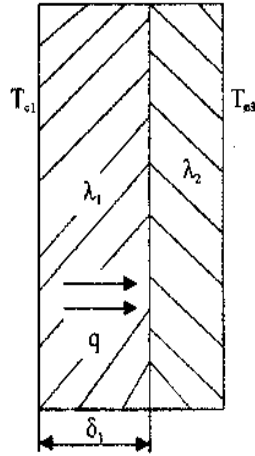

Рисунок 7.1
**Задача 7.1.** Стены сушильной камеры выполнены из слоя красного кирпича толщиной 250 мм и слоя строительного войлока (рисунок 7.1). Температура на внешней поверхности кирпичного слоя  $t_{c1} = 110^\circ\text{C}$ , на внешней поверхности войлока  $t_{c3} = 25^\circ\text{C}$ . Коэффициенты теплопроводности красного кирпича и строительного войлока соответственно  $\lambda_1 = 0,7 \text{ Вт}/(\text{м} \cdot \text{К})$  и  $\lambda_2 = 0,0465 \text{ Вт}/(\text{м} \cdot \text{К})$  и не зависят от температуры.